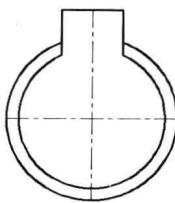
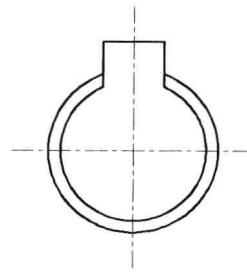

图 4-5-10
图 4-5-11
- (1) 双击素材文件“4-5-3.dwg”，打开中心线未完成的图形，如图 4-5-10 所示。
- (2) 单击“常用”选项卡，在“修改”面板中单击“拉长”按钮 ，或者选择菜单命令“修改 / 拉长”。
- (3) 命令行提示“选择对象或 [增量(DE)/百分数(P)/全部(T)/动态(DY)]”，输入“de”，按 Enter 键。
- (4) 命令行提示“输入长度增量或 [角度(A)] <0.0000>”，输入“3”，按 Enter 键。
- (5) 命令行提示“选择要修改的对象或 [放弃(U)]”，单击中心线两端，即可将直线延伸 3 个单位，如图 4-5-11 所示。按 Enter 键，结束拉长操作。